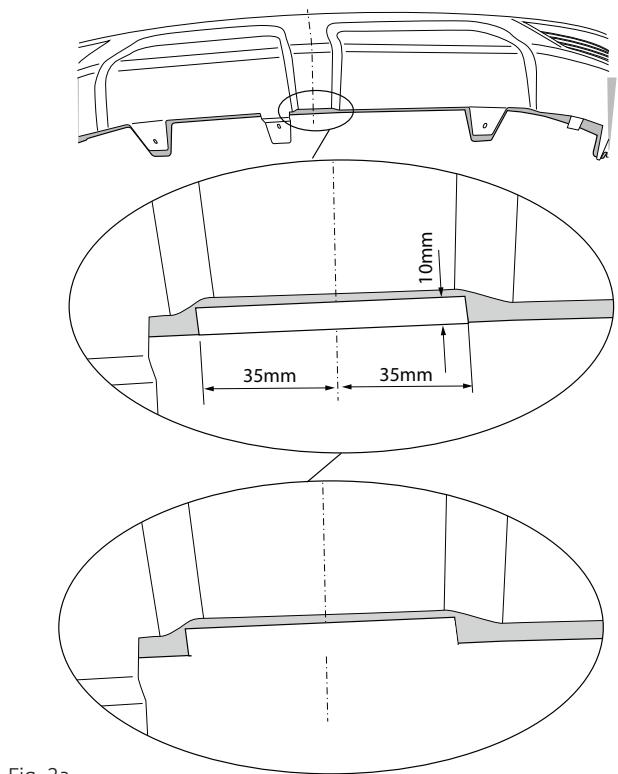

Fig. 2
9. Выпилить часть из бампера в середине снизу, как указано на рис. 2, 2a.